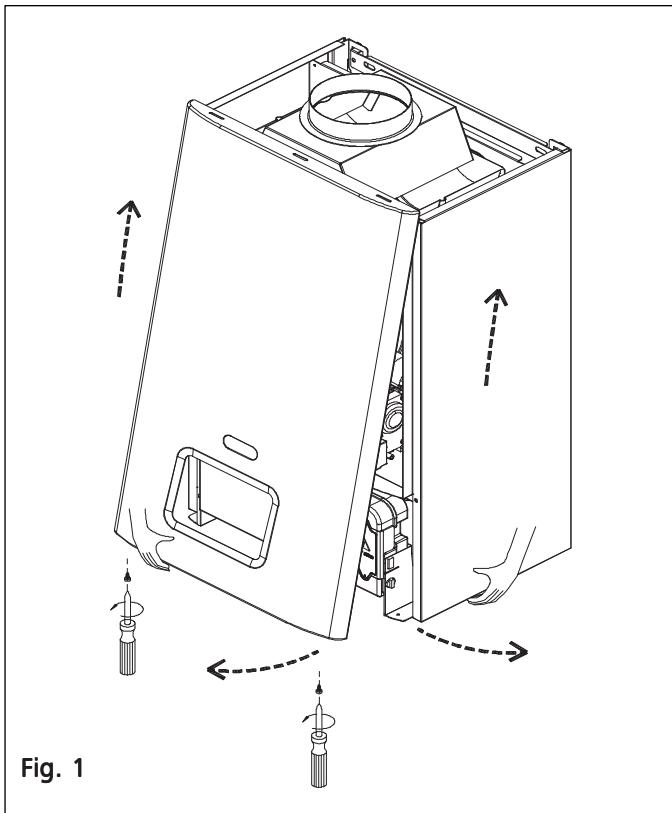

Fig. 1
- a. Открутите фиксирующие винты (см. рис. 1).
- Снимите переднюю панель (рис. 1).